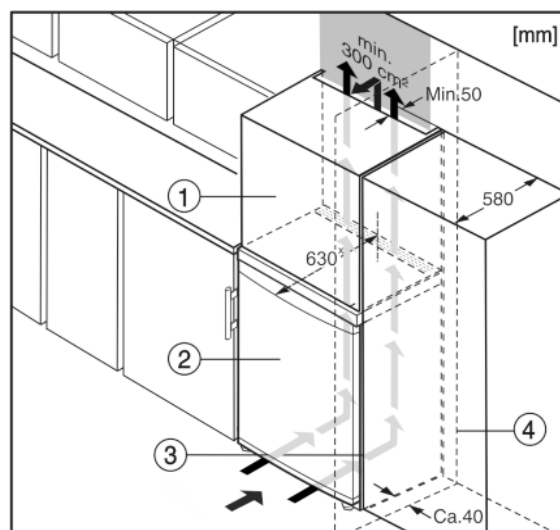

Fig. 5
Het apparaat kan in keukenkasten worden ingebouwd. Om het apparaat Fig. 5 (2) aan de hoogte van het keukenblok aan te passen, kan boven het apparaat een opzetkast Fig. 5 (1) worden aangebracht.
Bij een ombouw met keukenkasten (diepte max. 580 mm) kan het apparaat direct naast de keukenkast Fig. 5 (3) worden geplaatst. Het apparaat steekt aan de zijkant 34 mm\* en in het midden 50 mm\* uit ten opzichte van het keukenkastfront.
Plaatst u het apparaat met de scharnierkant naast een muur Fig. 5 (4), dan moet de afstand tussen apparaat en muur minstens 40 mm bedragen. Dit in verband met het uitsteken van de deurgreep bij een geopende deur.